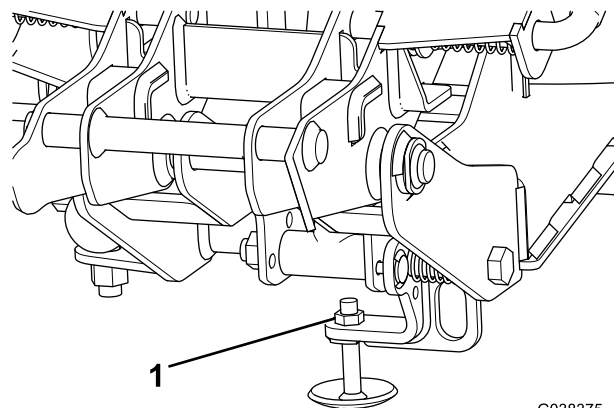

Figure 13
3. Desserrez l'écrou de blocage sur la béquille (Figure 13).
5. Resserrez l'écrou de blocage (Figure 13).